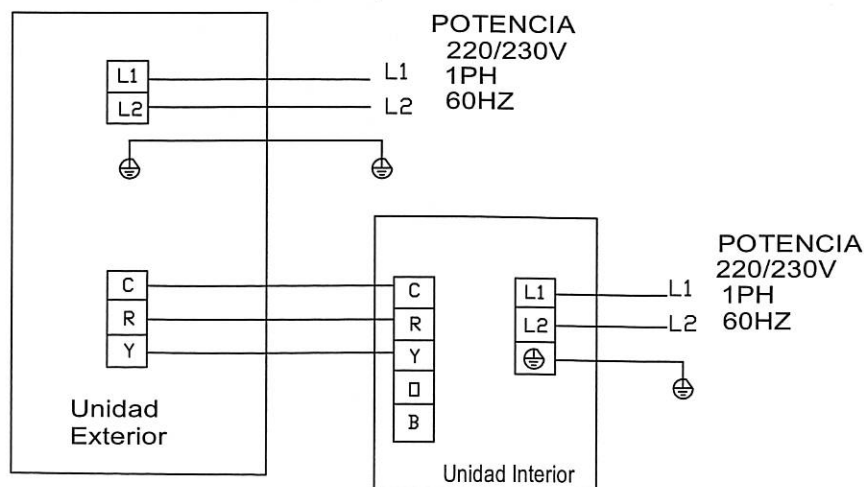

Fig.31
- ①. El cable de potencia y el cable de la válvula de aire fresco son de alto voltaje, mientras que el cable de comunicación y la conexión del cable del controlador son de bajo voltaje. Ellos deben funcionar separadamente para evitar interferencia electromagnética.
- ②. Las líneas de alto voltaje y bajo voltaje deben pasar a través de los anillos de goma a diferentes cubiertas de la caja eléctrica.
- ③. No forme un fajo de la conexión de cable del cable del controlador y el cable de comunicaciones juntos, o los arregle en paralelo, de otra forma podría ocurrir una operación inadecuada.
- ④. Las líneas de alto voltaje y bajo voltaje deben arreglarse separadamente y asegurarse con unas abrazaderas grandes internas para las actuales y abrazaderas pequeñas para las viejas.
- ⑤. Ajuste la conexión interior/exterior del cable y del cable de potencia respectivamente sobre el tablero de la terminal con tornillos. Una mala conexión puede ocasionar fuego.
- ⑥. Si la conexión del cable de la unidad interior (a la unidad exterior) y la fuente de alimentación están cableadas incorrectamente, el aire acondicionado podría dañarse.
- ⑦. Conecte la conexión del cable de la unidad interior propiamente en base a las marcas correspondientes como se muestra en la Fig.31.
- ⑧. Conecte a tierra ambas unidades interior y exterior mediante un cable a tierra.
- ⑨. La unidad debe conectarse a tierra en cumplimiento de las normas aplicando los códigos locales y nacionales.
- ⑩. La línea de la señal del cable del controlador debe separarse de la línea de potencia.